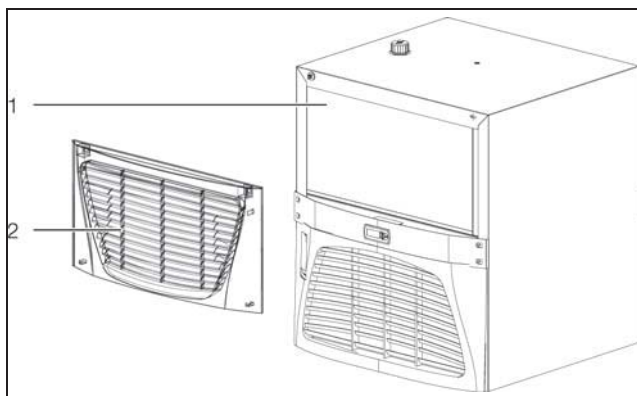

Imagen 60: Limpiar el condensador (en la imagen 3320.6xx y 3334.6xx)
- Extraiga la rejilla (imagen 60, pos. 2) de la parte frontal del chiller.
- Limpie el condensador (imagen 60, pos. 1) con aire comprimido.